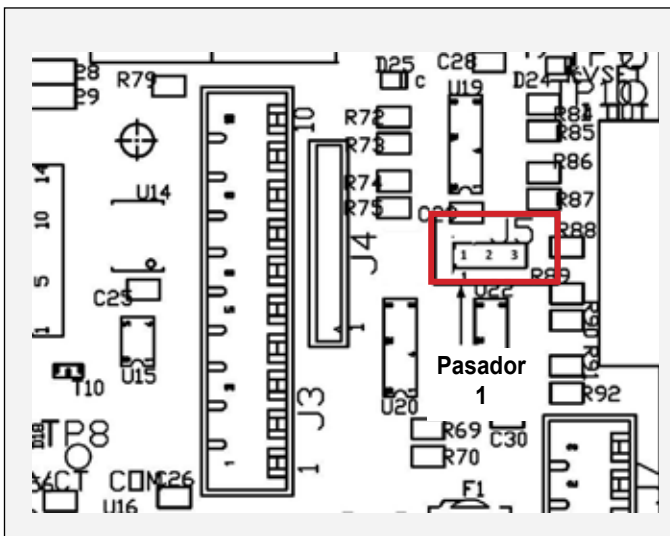

Figura 14: Ubicación del puente J5 del tablero del PC
4. Verifique que J5, que se muestra en la Figura 14, tenga los pasadores 1 y 2 de cobertura de la derivación.